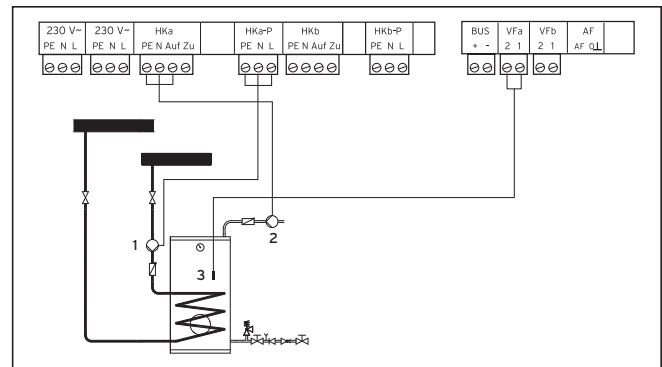

Fig. 5.3 Raccordement d'un circuit de mélangeur en tant que circuit de charge du ballon
- Procédez au câblage de raccordement comme décrit à la fig. 5.3.